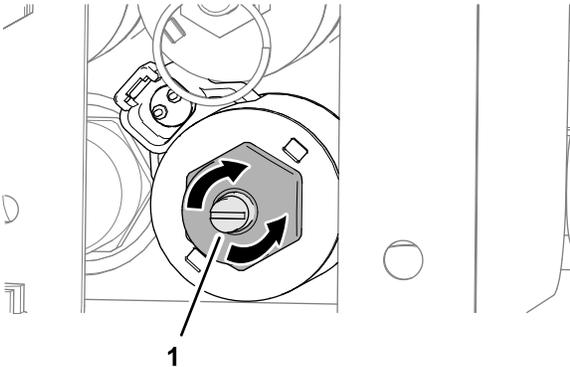

图 32
1. 顺时针旋转用作阀超控装置的六角头螺可增大输送带速度图 32。